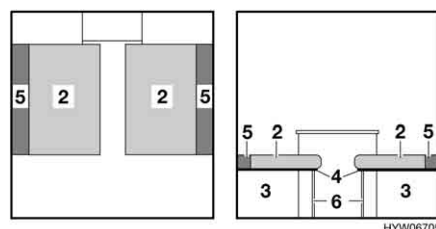

Fig. 53 Dopo la trasformazione
- Aprire i puntelli del telaio portamaterasso (Fig. 53,6).
- Tirare i cuscini del divano (Fig. 53,2) verso il centro.
- Posizionare i cuscini aggiuntivi (Fig. 53,5) tra i cuscini del divano (Fig. 53,2) e la parete esterna.